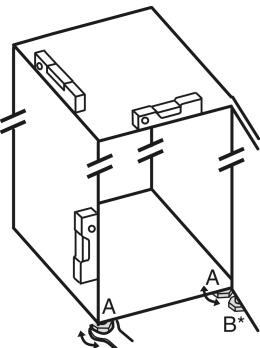

Fig. 5
- ▶ Zhvidhosini këmbëzat me rregullim Fig. 5 (A) me çelës fiso dhe me ndihmën e një niveli me ujë, derisa pajisja të jetë niveluar mirë.
- ▶ Zhvidhosni këmbëzat me rregullim Fig. 5 (B) në bazamentin mbështetës me çelësat fiso të përfshirë në paketim, derisa të jetë mbështetur mbi dysheme.
- ▶ Rrotulloni këmbëzën me rregullim Fig. 5 (B) me 90°.